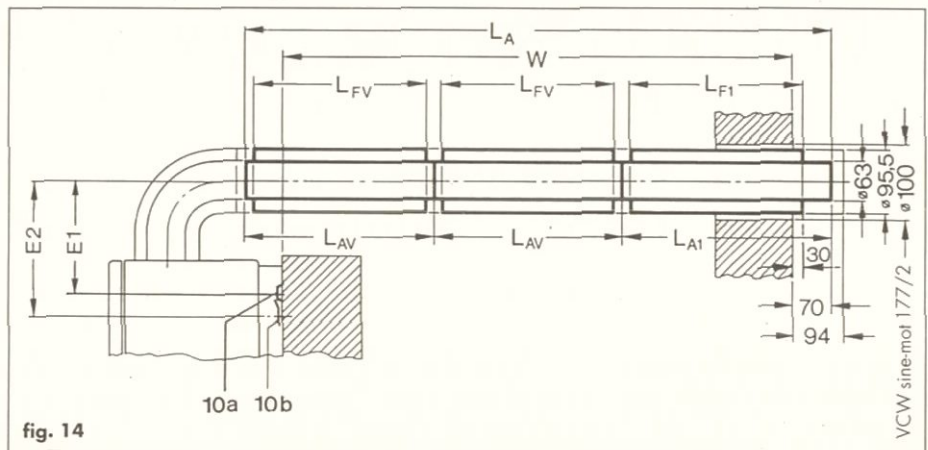

fig. 14
Nei casi indicati alle figure 14, 15, 16 la foratura della parete distante dall'apparecchio deve essere realizzata con una pendenza del tubo di 1° - 3°, corrispondente a 2-5 cm per ogni metro della lunghezza del tubo.
**6.6.2.3 Tubo di scarico verso la parete posteriore (con prolunga) (fig.14)**